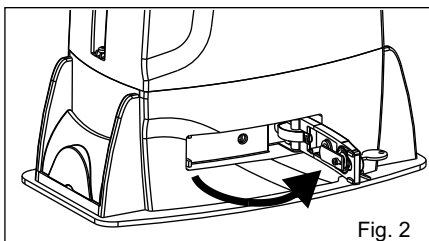

Fig. 2
1) Désactiver le courant électrique (Fig.1), déverrouiller le moteur (Fig. 2) et positionner manuellement les vantaux à la moitié de la course (Fig. 3-4).